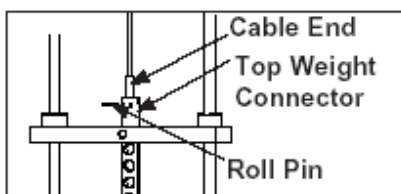

Figura 3
H. Usando um pino perfurador de 3/16", remova com cuidado o pino do rolo que fixa a extremidade do cabo ao conector superior do peso. Veja Figura 3.